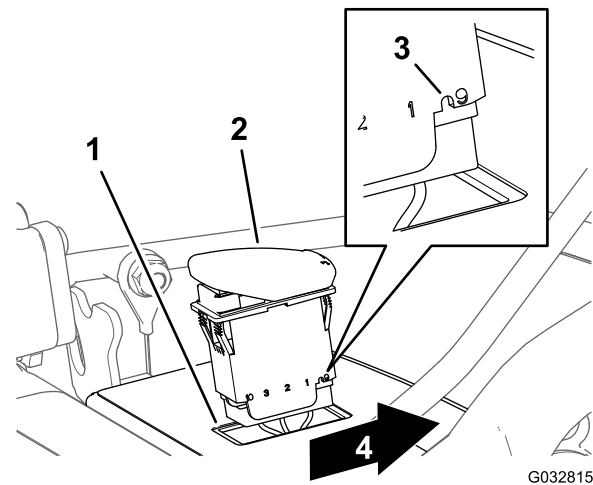

图18
4. 对准开关，使开关壳体的槽口朝向控制面板前面（图18）。
5. 将开关插入控制面板的开口，直至牢固卡入面板（图18）。